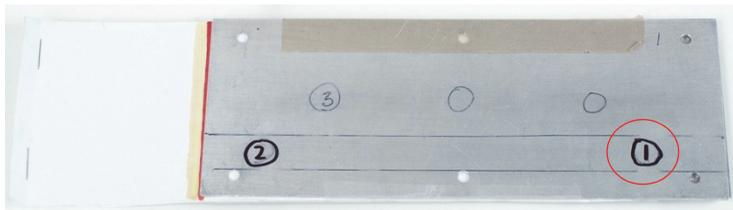

Figura 5-100 Posizione 1 del campione
3. Posizionare la sonda in posizione 1 del campione (vedere Figura 5-100 a pagina 211), ed in seguito, mantenendo premuta fermamente la sonda sul campione, premere il tasto A-LIFT NULL ().